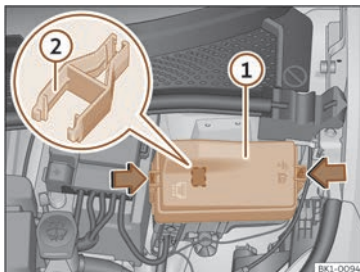

Abb. 197 Im Frontraum: Abdeckung des Sicherungskastens.
- Verriegelungstasten drücken, um die Abdeckung des Sicherungskastens >>> (**Abb. 197**) ① zu entriegeln.
Im Sicherungskasten befinden sich möglicherweise Kunststoffklammern zum Herausziehen der Sicherungen >>> (**Abb. 197**) ②.